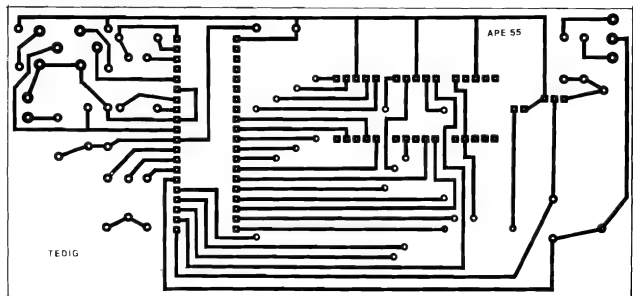

Fig.2
- FIG. 2 - LAY OUT DO CIRCUITO IMPRESSO ESPECÍFICO - Como a placa reúne a acomodação tanto do (grande...) Integrado principal, todos os componentes acessórios (menos o transformador, único componente que fica fora da placa...), incluindo o próprio display numérico de três dígitos (na verdade, tecnicamente de 3 1/2 dígitos...), não há como fazê-la muito pequena... Mesmo assim, considerando os quesitos que normalmente usamos aqui em A.P.E., ou seja: de manter "baixa" a complexidade, inclusive do desenho das ilhas e pistas cobreadas, acreditamos que o arranjo não ficou "assustador"... Basta um pouco de atenção e cuidado, durante a cópia e a traçagem, além da proverbial conferência, cuidadosa, ao final, para que tudo saia "nos conformes"... A figura mostra o arranjo de ilhas e pistas cobreadas, em escala 1:1 (tamanho natural...) e, apesar de mostrar uma certa "profusão" de caminhos e trilhas (condição inevitável, já que cada display tem vários segmentos a serem individualmente comandados...), não chega a ser "complicada"... Com um pouco de atenção e cuidado, o Leitor/Hobbysta poderá, sem problemas, confeccionar a placa sem grandes problemas... É lógico que, em lay outs desse tipo, envolvendo Integrados e